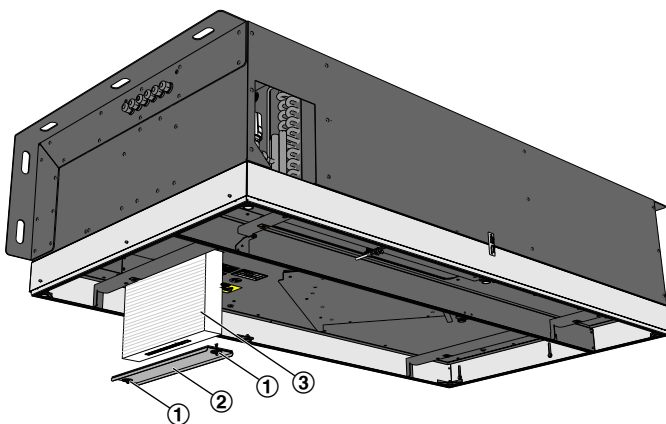

Abb. 23: Feinstaubfilter
3. ▶ Drehverschlüsse (Abb. 23/1) mit einer ¼-Drehung öffnen und den Filterdeckel (Abb. 23/2) abnehmen.
Filter (Abb. 23/3) aus dem Filtereinschub herausziehen.
Beim Einschieben des Filters darauf achten, dass die beiden Laschen (Abb. 23/3) aus dem Lüftungsgehäuse zeigen und die Schrift lesbar ist.